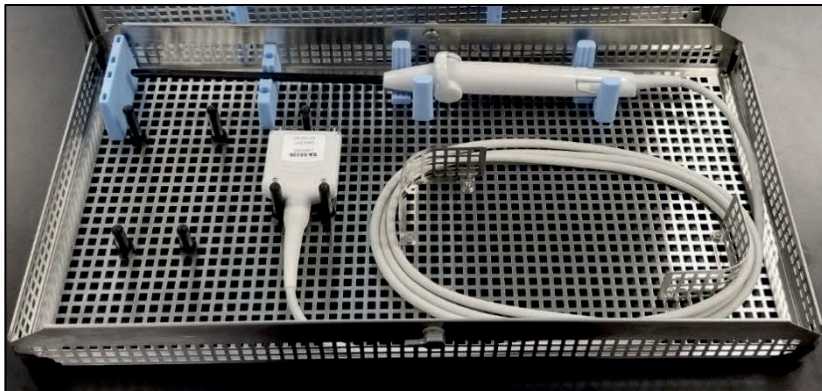

Figura 6-1. Esempio di sonda IUUS nel vassoio di sterilizzazione. La figura mostra il vassoio di ritrattamento della sonda IUUS Sonata® OM-1000-GS
1. Usare un vassoio di sterilizzazione pulito (vedere la Figura 6-1). Fare riferimento alle istruzioni per l'uso del vassoio di sterilizzazione fornite dal produttore riguardo alla pulizia e disinfezione tra una procedura e l'altra.
2. Fissare la sonda posizionando gli appositi supporti di silicone nel vassoio (vedere la Figura 6-1).
1. Vassoio OM-1000-GS: per allineare e chiudere bene il coperchio del vassoio, i supporti in silicone blu all'interno del coperchio devono trovarsi sopra la sonda IUUS collocata all'interno della base del vassoio. Ruotare i fermi su ciascun lato del coperchio del vassoio per bloccarlo (vedere la Figura 6-1).